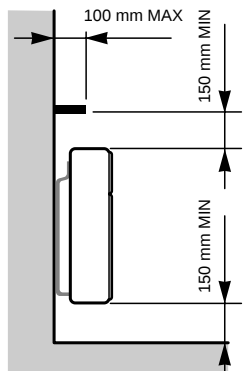
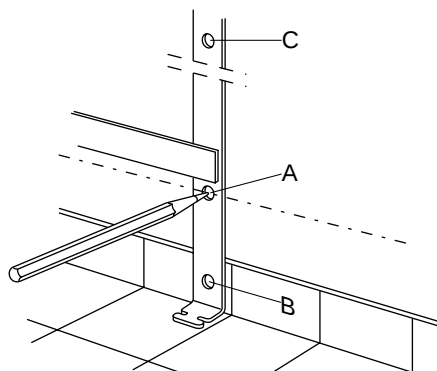

Abb. 3
Abb. 6
Damit der Abstand von 150 mm vom Boden (Abb. 3) eingehalten wird, den Befestigungsbügel auf den Boden stellen (Abb. 6) und die beiden Bohrungen A (Abb. 6 u. 7) an der Wand kennzeichnen. Den Befestigungsbügel so an die Wand anlegen, daß die Bohrungen B mit den an der Wand gekennzeichneten (A) übereinstimmen. Dann die beiden Bohrungen C (Abb. 6 u. 7) kennzeichnen.